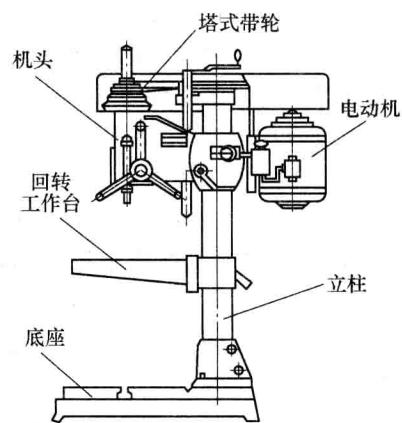

图 1-5 台式钻床
(1) 台式钻床 台式钻床简称台钻。它是一种安放在作业台上、主轴垂直布置的小型钻床。其最大钻孔直径为 13mm，常见结构如图 1-5 所示。